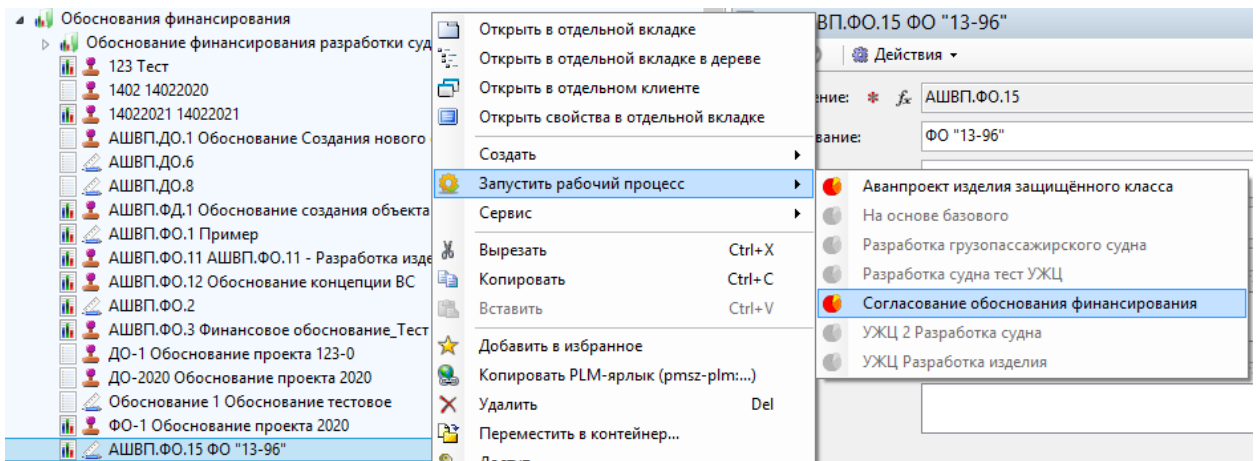

Рисунок 179 — Окно запуска рабочего процесса
- выбрать обоснование финансирования, имеющее статус «В разработке», нажать на него правой кнопкой мыши, в левом выпадающем списке выбрать команду «Запустить рабочий процесс», в правом выпадающем списке выбрать команду «Согласование обоснования финансирования» (Рисунок 179);